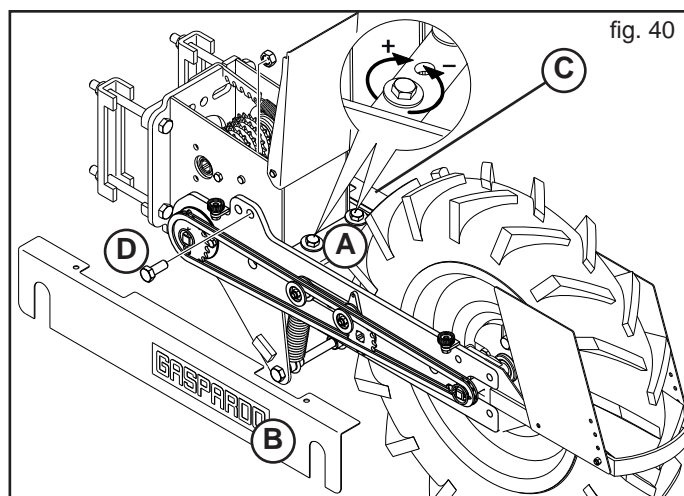

fig. 40
Au moyen des vis (A, Fig. 40) modifier la pression sur les roues selon les caractéristiques du terrain.
- 1) Démontez les carters (B et C, Fig. 40).
- 2) Retirez les vis de blocage (D).
- 3) Remontez les carters (B et C, Fig. 40).
- 4) Réglez la tension du double ressort au moyen des vis (A, Fig. 40) selon les conditions du terrain.